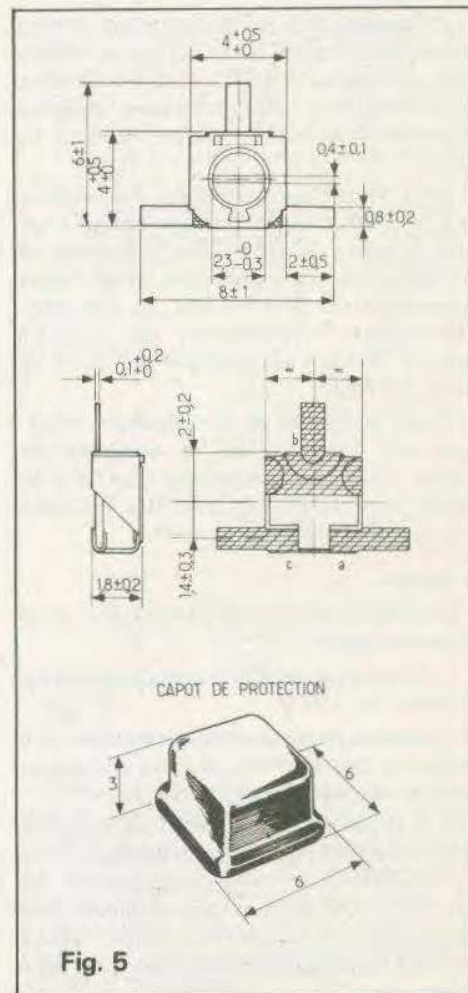
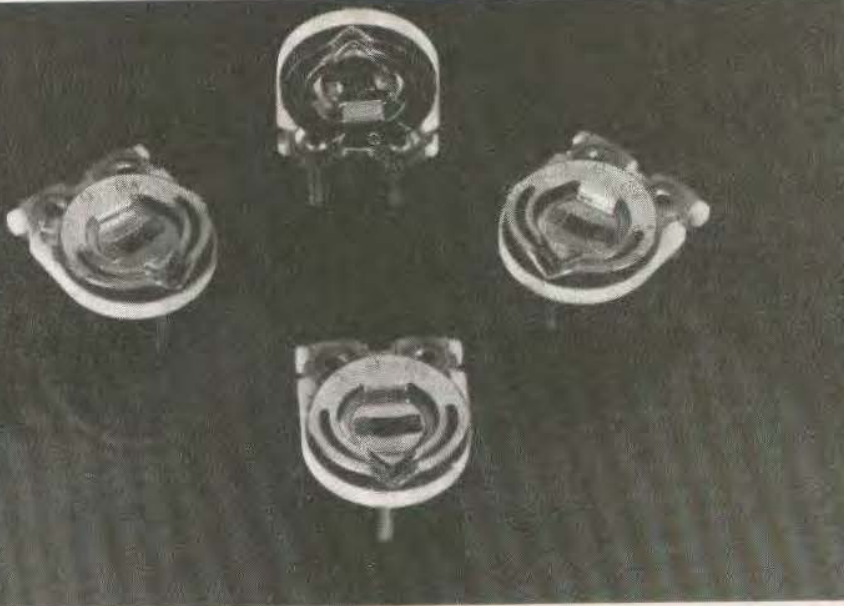

Fig. 5
Fig. 6
– **Modèles à un tour** ; exemple : **Sfernice T₄** ultra-miniature, 0,15 W ; carré de 4 mm de côté, épaisseur 1,8 mm, étudié pour être soudé sur des circuits hybrides, il supporte une température de soudure de 300 °C pendant 3" ; muni d'un capot il peut être noyé dans un enrobage. Variation linéaire entre 10 Ω et 1 M Ω (fig. 5). Exemple : **RTC Cermet PAm10** miniature 0,5 W, valeurs ohmiques 100 Ω à 4,7 M Ω . Loi linéaire. Tolérance $\pm 20\%$, coefficient de température : $\pm 50 - 10^{-6}/^{\circ}\text{C}$. Nombre de manœuvres : 200 (fig. 6).